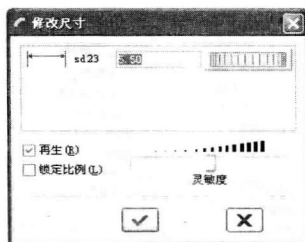
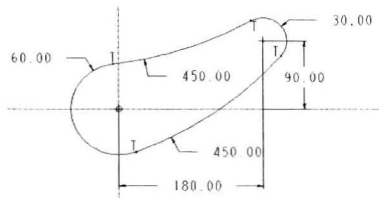

图1-24
图1-25
3. 修改 *sd23* 的数值。选取尺寸 *sd23* 的值，选择菜单命令 **【编辑】/【修改】**，系统弹出 **【修改尺寸】** 对话框，选取尺寸 *sd23*，如图 1-24 所示，输入数值“30”，单击 **✓** 按钮后的结果如图 1-25 所示。